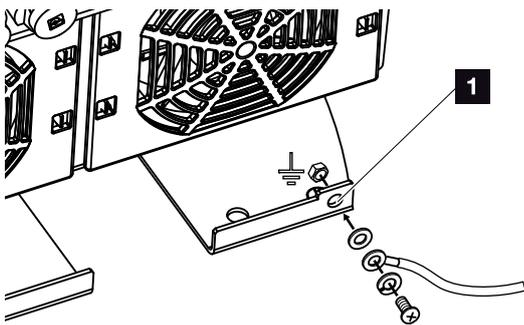

Fig. 25 : Raccordement PE externe propre à chaque pays
11. Dans les pays imposant un second raccordement à la terre (PE), raccorder celui-ci à l'endroit indiqué du boîtier (externe). **↗** Fig. 25, pos. 1